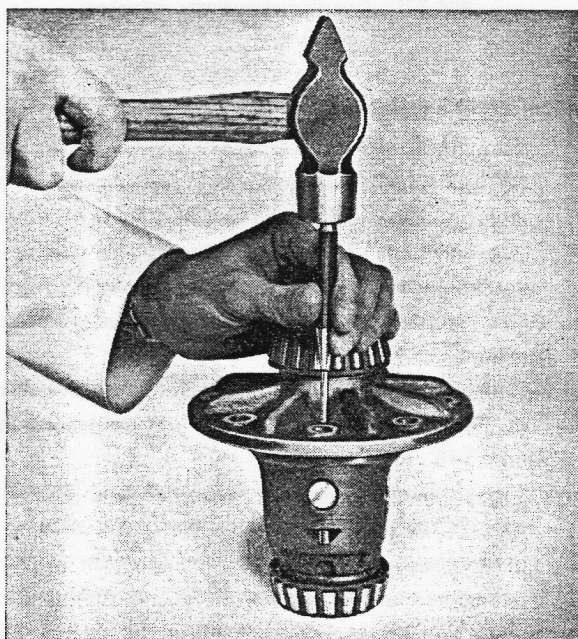

Bild 5-12. Sicherungsstift ausbauen
2. Sicherungsstift (30) für Ausgleichkegelradbolzen (31) herausschlagen, siehe Bild 5-12. Welle mit